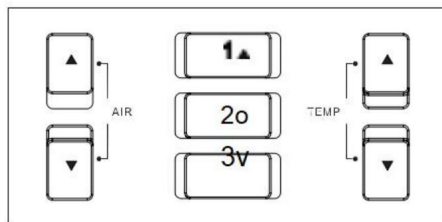

FIG. 1-6
1. Snelkoppelingstemperatuur ophalen: Hiermee kunt u snel de vooraf ingestelde temperatuur ophalen en het blazen wordt hersteld in knop "1"/"2"/"3" door op knop "1"/"2"/"3" te drukken. (FIG. 1-6) bij het werken